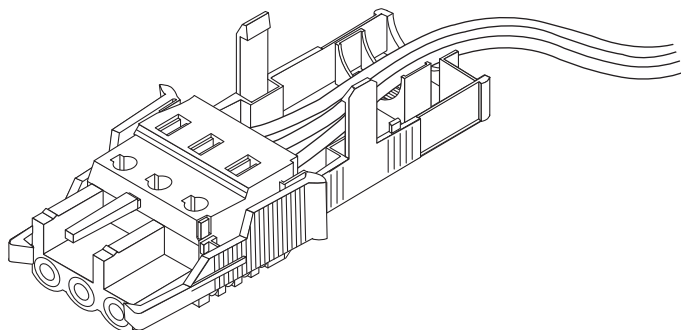

BILD 2-10 Dra ledningarna ut genom hållaren
2. Dra de tre ledningarna från likströmkällan genom öppningen i änden av hållaren enligt beskrivningen i BILD 2-10.